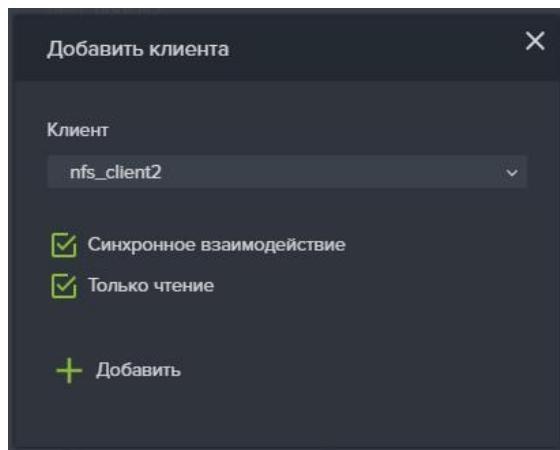

Рисунок 69 – Добавление NFS клиента
9. В области «Клиенты» нажать на кнопку «Добавить», откроется окно «Добавить клиента» (см. Рисунок 69).